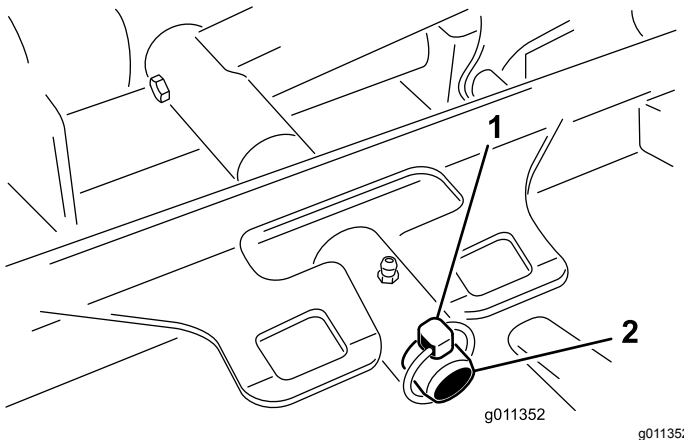

Bild 82
3. Entfernen Sie den Klappstecker oder die Befestigungsmutter (nur Groundmaster 4700), mit dem bzw. der der Mähwerkträggerahmen am Lagerbolzen des Hubarm befestigt ist (Bild 82).
3. Schieben Sie den Mähwerkträggerahmen auf den Lagerbolzen am Hubarm. Befestigen Sie es mit dem Klappstecker oder der Befestigungsmutter (nur Groundmaster 4700) (Bild 82).